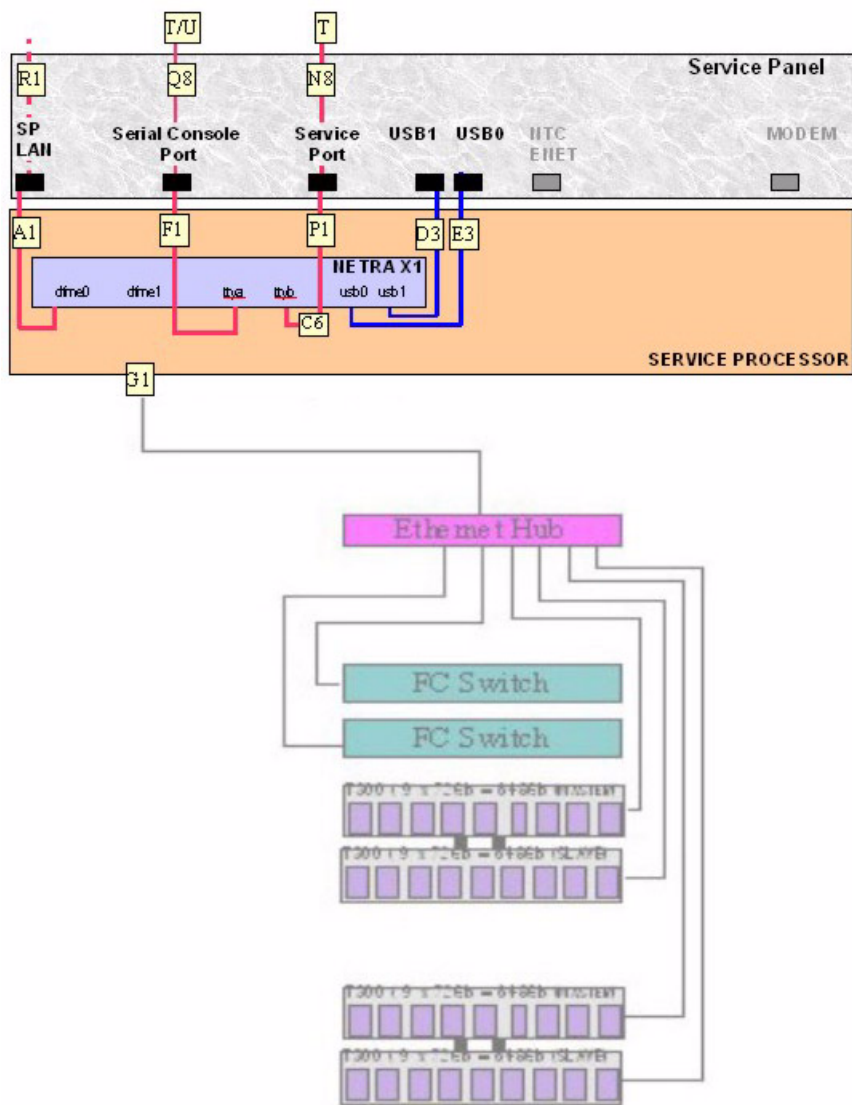

图 6-11 服务处理器的服务面板
访问服务处理器需要通过服务面板。服务面板固定在 Sun StorEdge 3900 和 6900 系列存储系统背部的后盖板内。服务处理器的功能通过使用从服务面板上的串行控制台端口连接到膝上型电脑或者工作站或服务器的串行端口的控制台缆线实现（缆线以及 DB9 和 DB25 适配器随存储系统一起提供）。图 6-11 显示服务面板及其与服务处理器的连接。
5. 通过图 6-11、表 6-5 和表 6-6 中所示的位置，确定服务面板内部每根缆线的位置。断开服务面板内部的所有缆线。
6. 关闭服务面板。通过图 6-11、表 6-5 和表 6-6 中所示的位置，确定服务面板外部每根缆线的位置。断开服务面板外部的所有缆线。